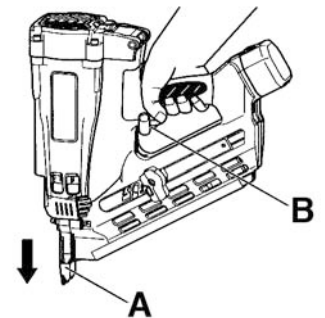

Figure 8
1. Positionnez le levier de poussé (A) Fig.8 sur la pièce avec votre doigt retiré de la gâchette (B).